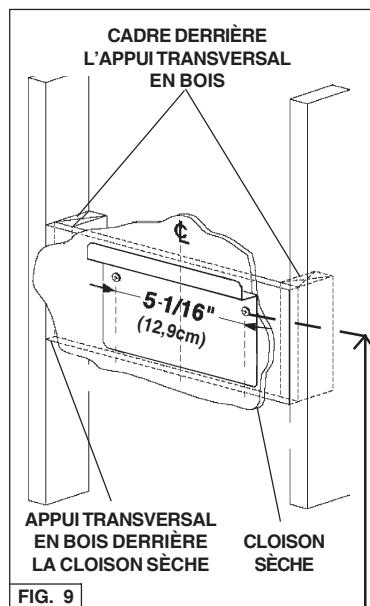

FIG. 9
- Construisez un **cadre** en bois pour le mur dont les vis-pivot ne dépassent pas. Fig. 9.